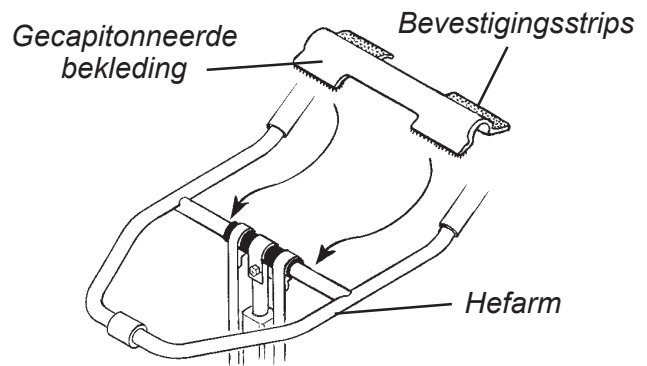

FIGUUR 4 - OPTIONELE BEENRIEMEN VERVANGEN
OPTIONELE BEENRIEMEN VERVANGEN (FIGUUR 4)
1. Verwijder de BOVENSTE twee (2) schroefjes en borgringen waarmee de kniesteun en de beenriemen aan de stalift vastzitten.
2. Draai de ONDERSTE twee (2) schroefjes en borgringen waarmee de kniesteun en de beenriemen aan de stalift vastzitten, los.
4. Plaats de nieuwe beenriemen tussen de vier (4) gaten zoals staat aangegeven in **FIGUUR 4**.